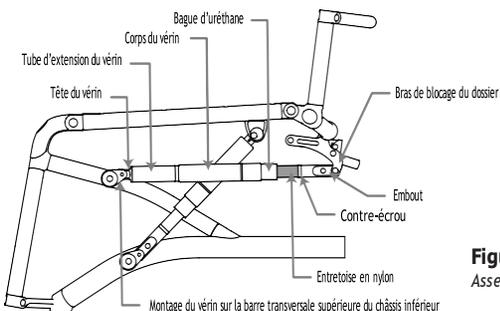

Figure 17.13
- À l'aide de la clé hexagonale de 3 mm, retirez la vis d'assemblage à tête creuse sur le bras de blocage du dossier. (Voir la figure 17.13)